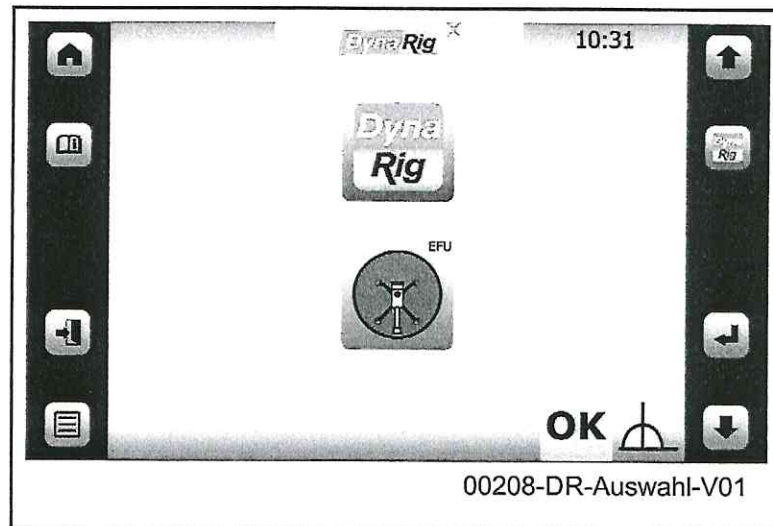

Abb. 420 Auswahl der Abstützarten
5. **Optionaler Schritt:** Um die Abstützart „Vollabstützung“ zu erreichen, drücken Sie den Menüpunkt „DynaRig“ scrollen auf das Symbol der Vollabstützung (Abb. 420) und anschließend auf „AUSFÜHREN“.